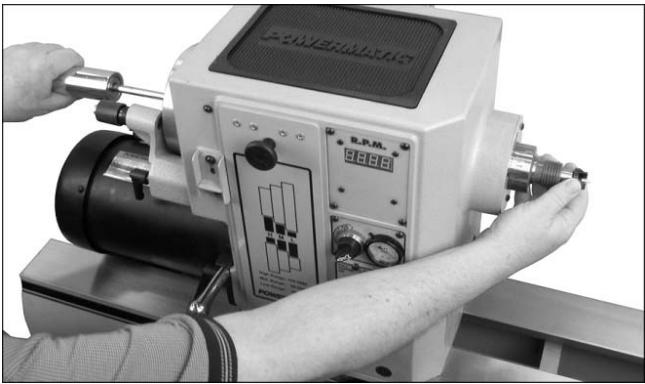

Рис. 28
3. Для демонтажа вращающегося центра или поводкового патрона, сначала снимите заготовку со станка. Затем вставьте выталкивающий штифт (Рис. 28) в отверстие делительного диска и с силой вытолкните конус вращающегося центра. Подвижное кольцо на выталкивающем штифте помогает создать необходимый толчок без применения молотка.